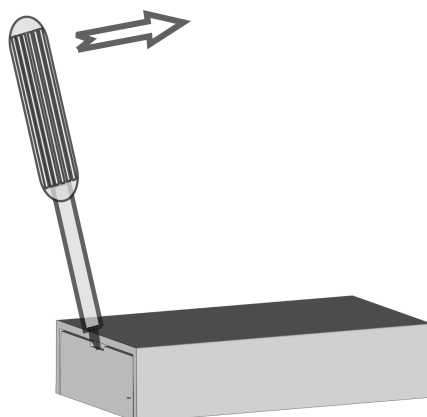

рисунок 1: Открытие корпуса
- Вскрыть корпус, сдвинув его части в противоположные стороны. Для этого вставить отвертку с узким шлицем в отверстие (рисунок 1) и использовать ее в качестве рычага для расцепления двух защелок.